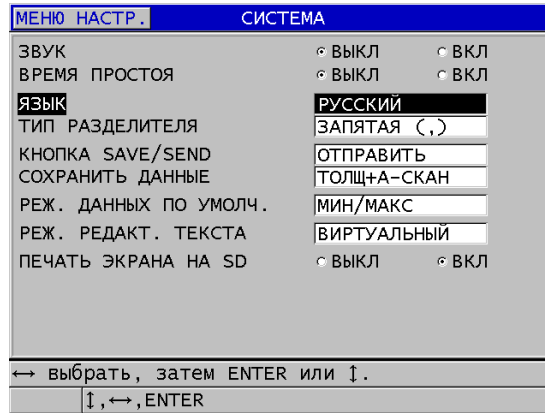

Рис. 4-1 Выбор языка пользовательского интерфейса
3. В диалоговом окне СИСТЕМА (см. Рис. 4-1 на стр. 56):